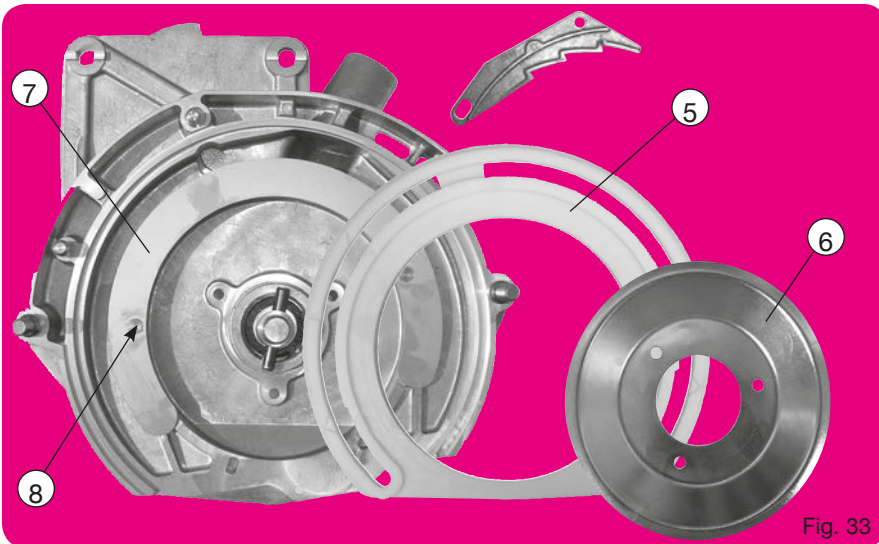

Fig. 33
La couronne plastique de frottement (5) sur laquelle tourne le disque doit être plane et en bon état. A titre indicatif, en conditions normales d'utilisation, son remplacement ne devrait être nécessaire qu'après 500 à 1000 ha. Maintenu extérieurement dans une gorge et bloquée par la cuvette (6) et ses 3 boulons, la nouvelle couronne devra être positionnée avec attention en prenant soin à ce que les crans du secteur d'appui (7) (fig. 33) et de la couronne soient bien en place dans leur logement.
The wear gasket is positioned externally in a groove and held by the cup (6). Its 3 bolts should be positioned with care making sure that the stub (fig. 33) of the wear gasket is properly positioned in the hole of the housing.
Der neue Kranz ist äußerlich in einer Rille befestigt und durch die Schale (6) und durch 3 Schrauben befestigt. Dabei ist darauf zu achten, daß die Raster des Stützringes (Abb. 33) und des Kranzes richtig in ihrem entsprechen Sitz eingelegt sind.
De nieuwe slijtring wordt aan de buitenkant vastgehouden in een sleuf en met een holle plaat (6) en drie bouten vastgezet. Let er bij het plaatsen goed op dat de inkepingen van de steunring (7) (fig 33) en de slijtring goed in de uitsparingen van het zaaihuis passen.